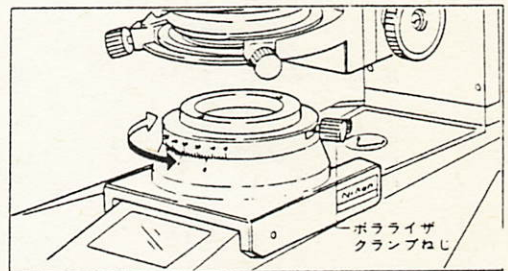

図18
- 7) コンベンセータのポライザクランプねじを緩め、コンベンセータのポライザを回転し暗十字を出してからクランプします。(図18)